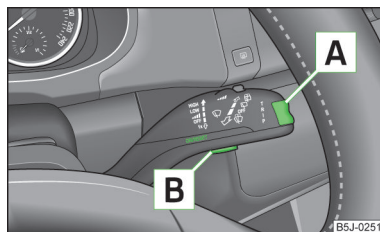

Fig. 7
- Appuyer de façon prolongée sur la touche à bascule **A** » fig. 7 pour faire afficher le menu principal (**MENU PRINCIPAL**).
- Si des messages d'avertissement s'affichent sur le visuel d'informations, vous devez confirmer ces messages au moyen de la touche **B** » fig. 7 avant de pouvoir faire afficher le menu principal.
- Si des messages d'avertissement sont affichés sur le visuel MAXI DOT, ceux-ci doivent être confirmés avec la touche  » fig. 7 à la page 18 pour appeler le menu principal.